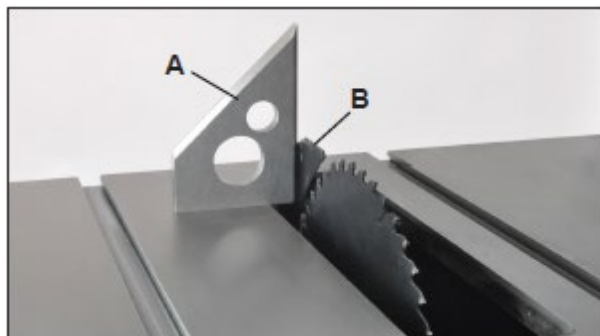

Рис. 24
3. Поставить угольник (рис. 24, A) к пильному диску и узлу разделителя (рис. 24, B). проверить перпендикулярность разделителя относительно стола.